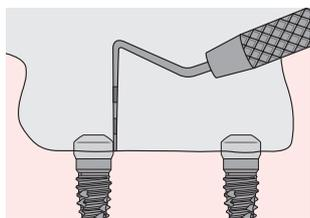

Fig. 1
- (Fig. 1) Déterminer la hauteur correcte de chaque Dalbo® Certain® Abutment en mesurant avec une sonde (échelle 1 mm) la hauteur totale de la coiffe de cicatrisation au-dessus des tissus **sans** tenir compte de l'arrondi. Soustraire ensuite de la hauteur totale de la coiffe de cicatrisation et ajouter 1 mm. Un choix de 3 longueurs est à disposition : 2, 4 et 6 mm.